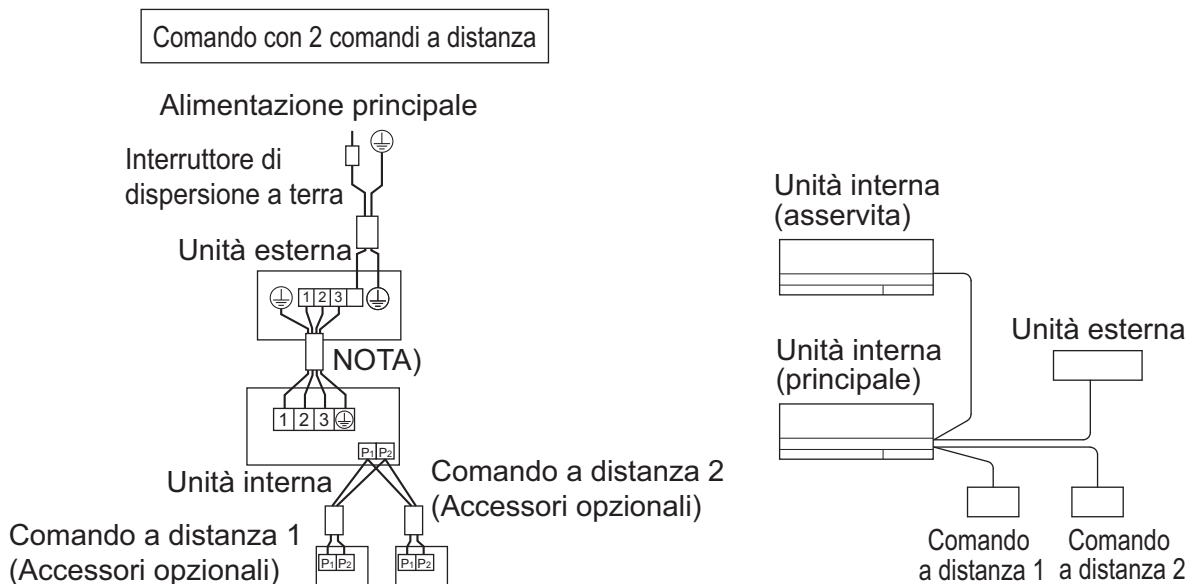

Fig. 28
- **Controllo tramite 2 comandi a distanza:** 2 comandi a distanza controllano 1 unità interna. **(Fare riferimento alla Fig. 28)**